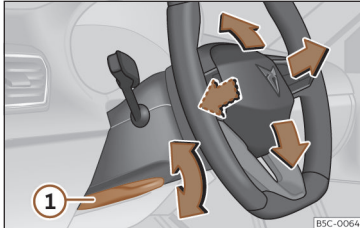

Fig. 8 Maneta din partea stângă jos a coloanei de direcție.
- Trageți maneta »» fig. 8 ① în jos, aduceți volanul în poziția dorită și ridicați la loc maneta până când se blochează.
- După ce ați reglat coloana de direcție, împingeți complet în sus maneta »» fig. 8 ①, pentru a vă asigura că poziția volanului nu se modifică în timpul deplasării.